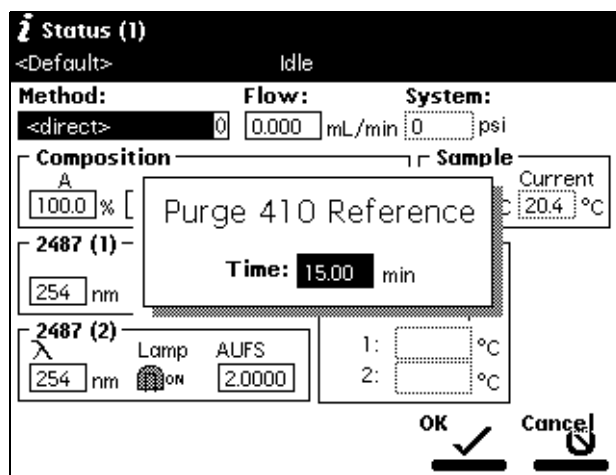

图 4-12 清除 410 参比对话框
3. 选择 **Purge 410 Reference**（清除 410 参比），然后按 **Enter**。将显示 Purge 410 Reference（清除 410 参比）对话框（图 4-12）。